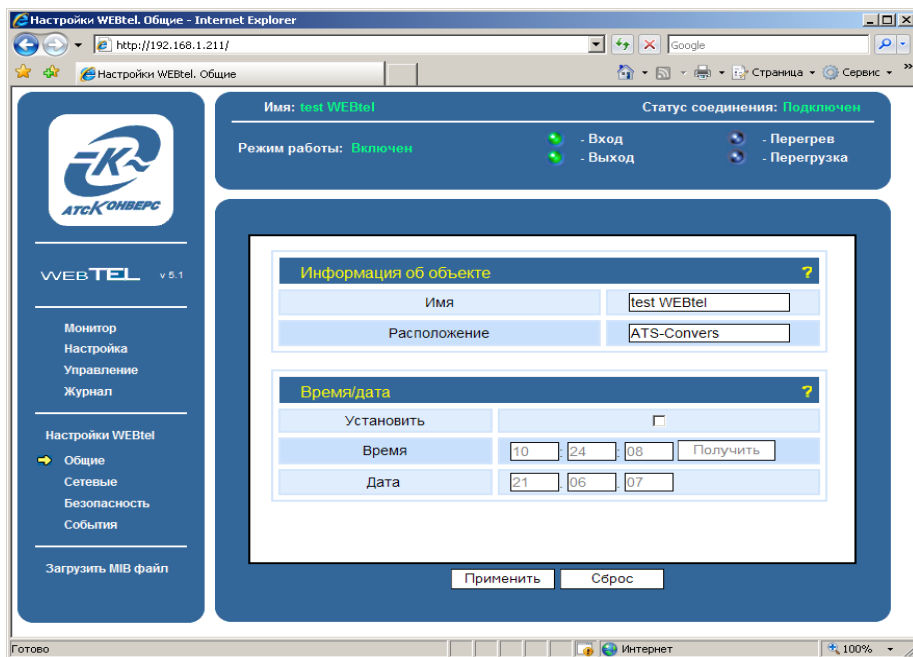

Рисунок 14 – Страница настройки общих параметров адаптера
7.7.4 Страница настройки общих параметров адаптера отображается в правой части окна web-браузера (рисунок 14).